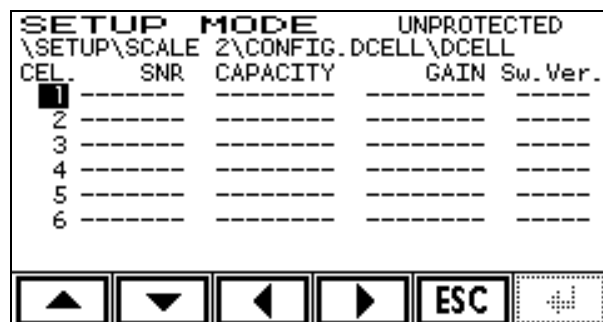

Figura 5.4.2.3.2.1
Parámetro protegido (P). Se accede pulsando la tecla  y entonces se muestra un menú como el de la figura 5.4.2.4.2.1: